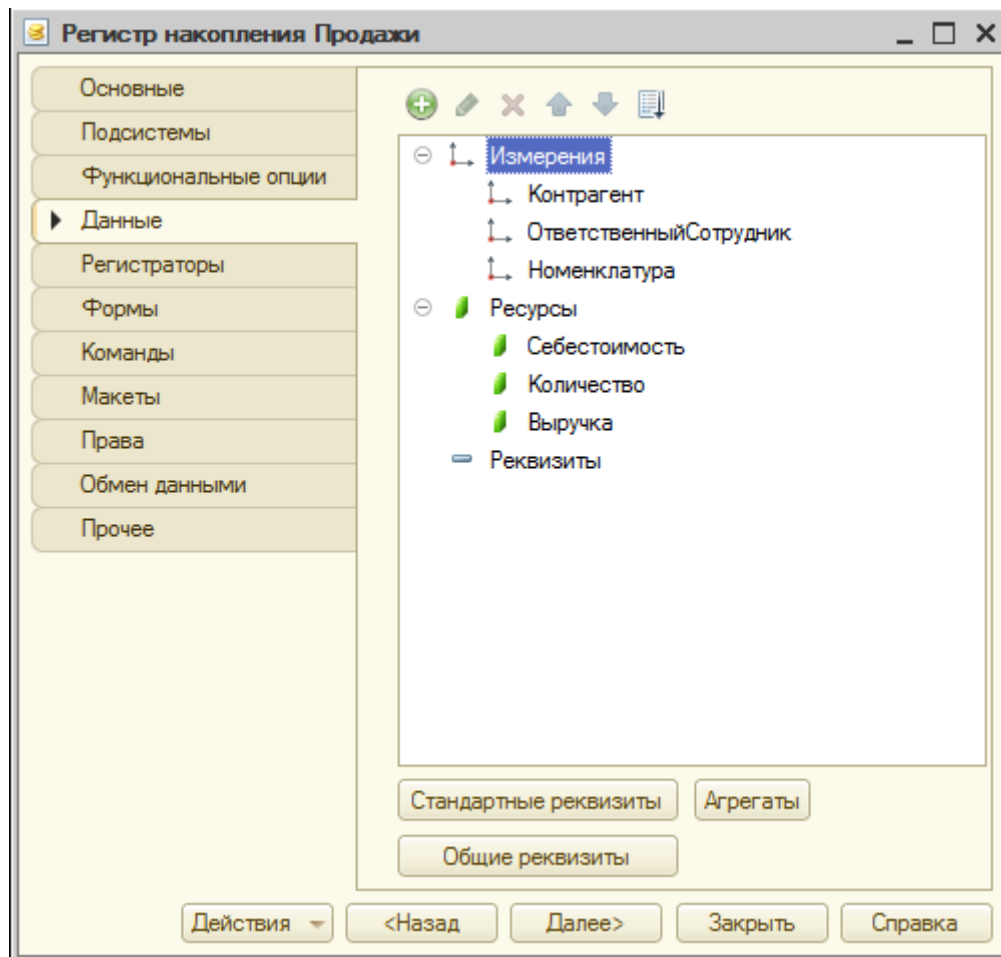

Рисунок 15.7- Настройка данных регистра накопления
12. В состав данных регистра, рисунок 15.7, внесем следующие: